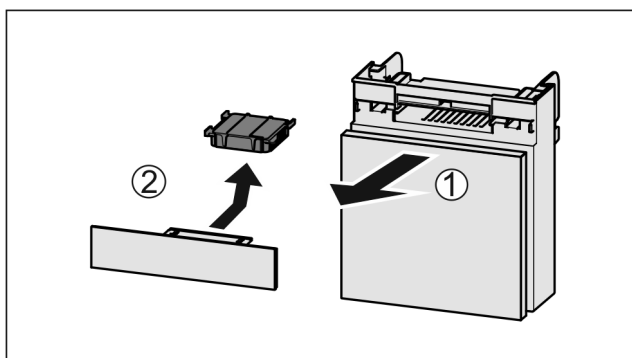

Fig. 199
- Fach nach vorne herausziehen Fig. 199 (1).
- Aktivkohlefilter entnehmen Fig. 199 (2).